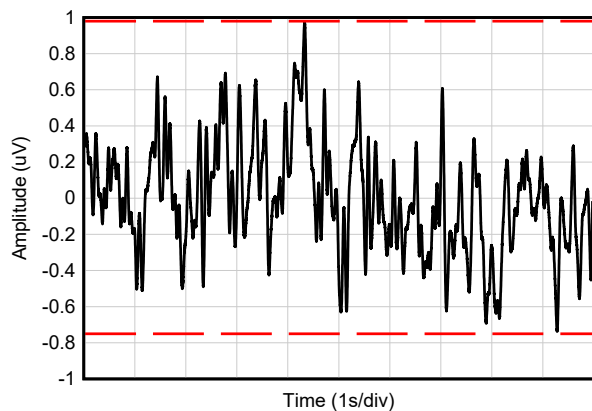

Figure 6-19. 0.1-Hz to 10-Hz Noise
0.1-Hz to 10-Hz Noise	<a href="#">Figure 6-19</a>